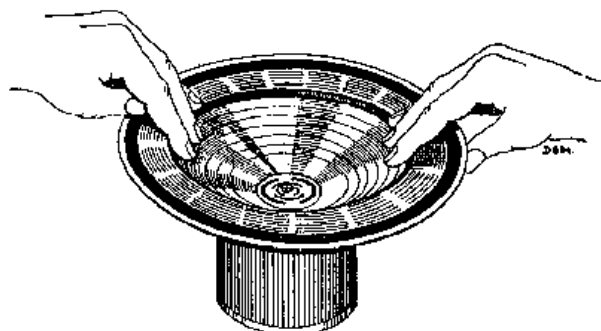

Abb. 7
Man löse die Zentrierschraube (106), und lege vier 0,2 mm dicke Fühler (Code-Nr. 09.990.840) durch die Öffnungen der Zentrierplatte (105) in den Luftspalt. Die Zentrierschraube wird wieder angezogen, wonach die Fühler herausgenommen werden. Bei vorsichtigem Auf- und Abbewegen des Konus darf kein Geräusch hörbar werden (Abb. 7).
Die Spule hat sich im Luftspalt festgeklemmt (nachprüfen gemäss Abb. 7) oder es liegt ein Teilkurzschluss in der Spule oder im Transformator vor.